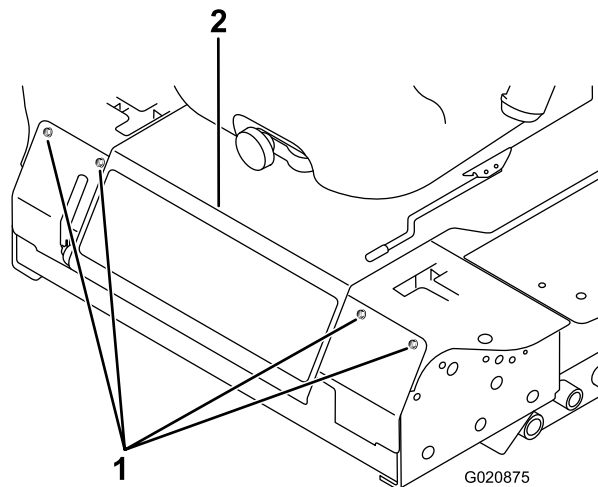

Figura 56
2. Togliete i bulloni che fissano il pannello anteriore, e rimuovete il pannello (Figura 56).